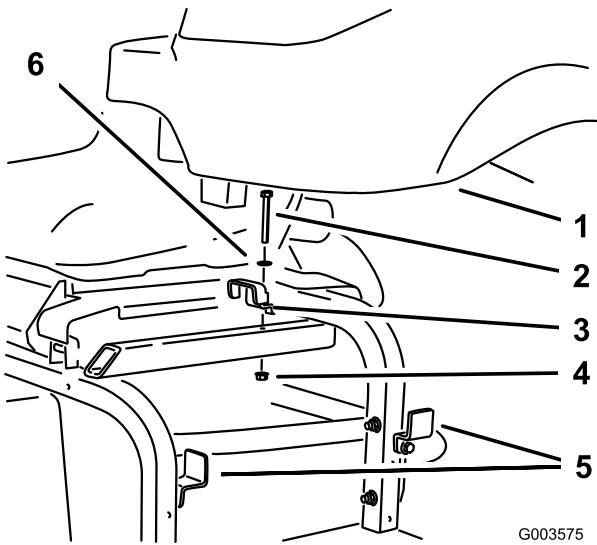

Figura 23
2. Instale el depósito de aceite hidráulico en el bastidor y fíjelo con los 3 soportes que retiró y aflojó anteriormente (Figura 23).